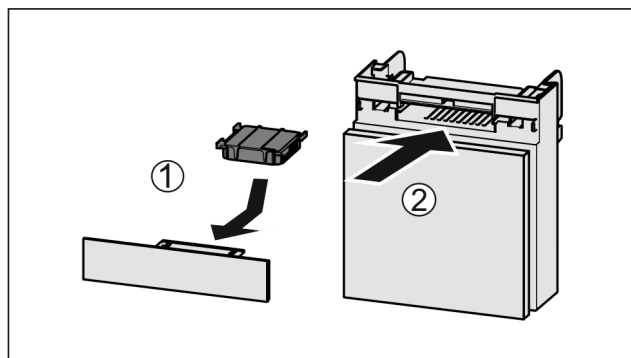

Fig. 203
- ▶ Aktivkohlefilter nach Abbildung einsetzen Fig. 203 (1).
- ▶ Fach einschieben Fig. 203 (2).